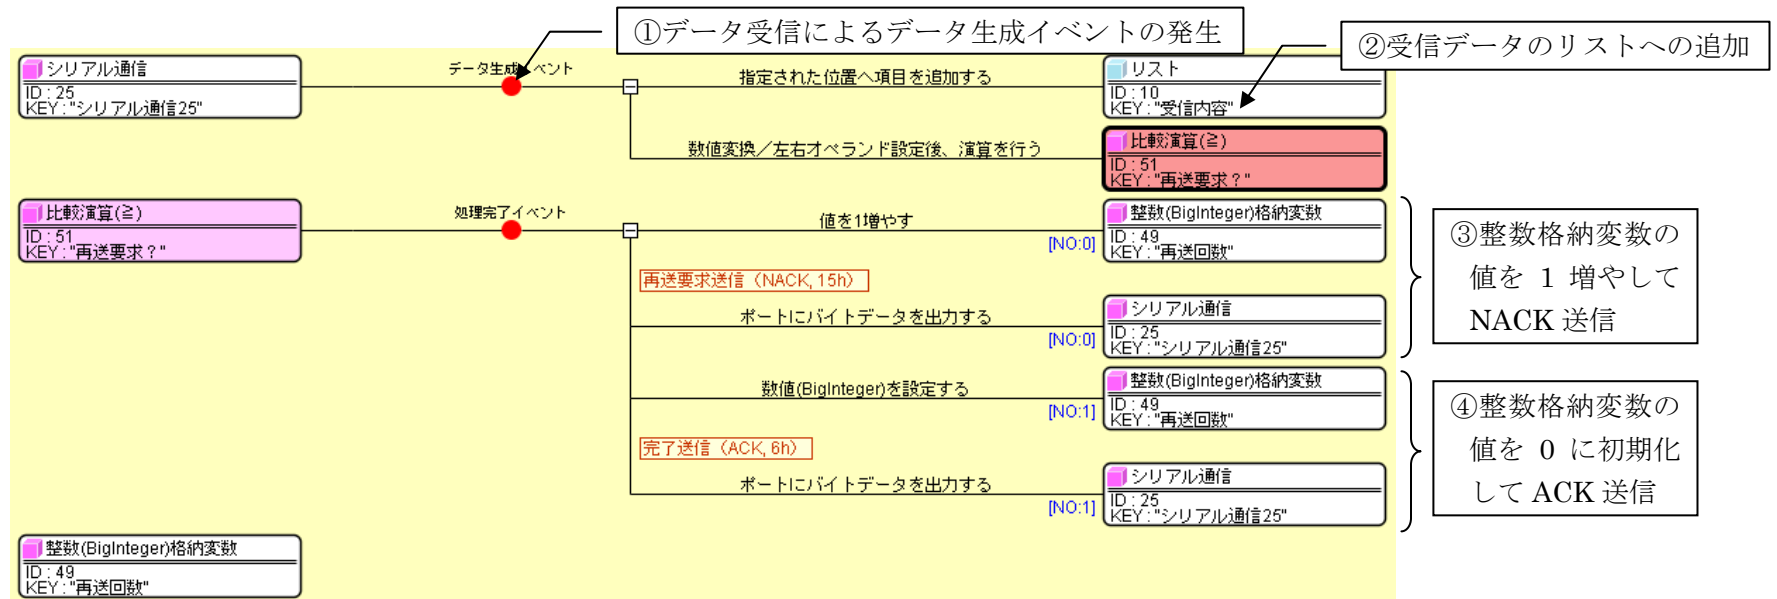

図 28 バーコードデータの受信と完了/再送送信
バーコードリーダーからバーコードデータを受信すると、シリアル通信コンポーネントからは、バーコードデータをイベント対象データとするデータ生成イベントが発生し、この受信データが[受信内容]リストに追加されます（図 28 ①、②）。次に、比較演算(≧)コンポーネントで、整数格納変数の数値と[再送要求回数]カウンタの値を比較します。[再送要求回数]カウンタには再送要求を行う回数が、整数格納変数には実際に行った再送要求の回数が入っています。比較演算(≧)コンポーネントから発生する処理完了イベントに接続された処理で行っていることは、以下の通りです。
- (1) 実際に行った再送要求の回数（整数格納変数の値）が、指定された再送要求の回数（[再送要求回数]カウンタの値）未満の場合には、整数格納変数の値を 1 増やし、バーコードリーダーへ再送を要求する数値（NACK、16 進数では 15、10 進数では 21）を送信する（図 28 ③）。
- (2) 実際に行った再送要求の回数（整数格納変数の値）が、指定された再送要求の回数（[再送要求回数]カウンタの値）以上になったら、整数格納変数の値を 0 に初期化3し、バーコードリーダーへ完了を示す数値（ACK、16 進数では 6、10 進数でも 6）を送信する（図 28 ④）。